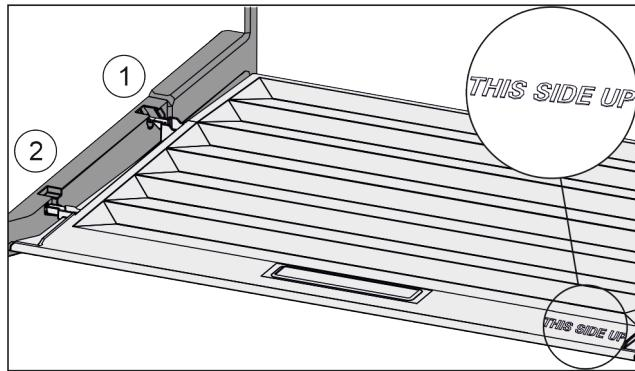

Fig. 108
- Пъхнете шийките на капака през отвора в задния държач Fig. 108 (1) и фиксирайте отпред в държача Fig. 108 (2).